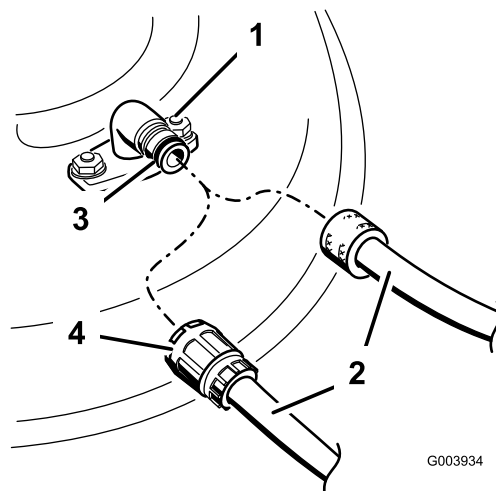

Figura 61
3. Conecte el acoplamiento de la manguera al extremo del conector de lavado del cortacésped, y abra el grifo al máximo (Figura 61).